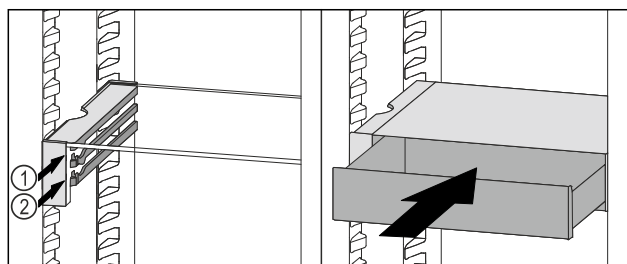

Fig. 63
- ▶ Placera VarioSafe-lådan bakom stopplackarna på önskad list Fig. 63 (1) eller Fig. 63 (2).